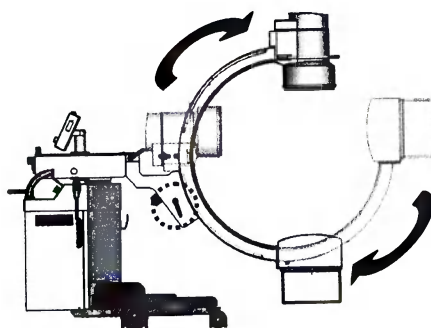

Рисунок 54
8.2.1.4 Моноблок и трубку установить в вертикальное положение и зафиксировать при помощи тормоза 4 (см. рисунок 54).